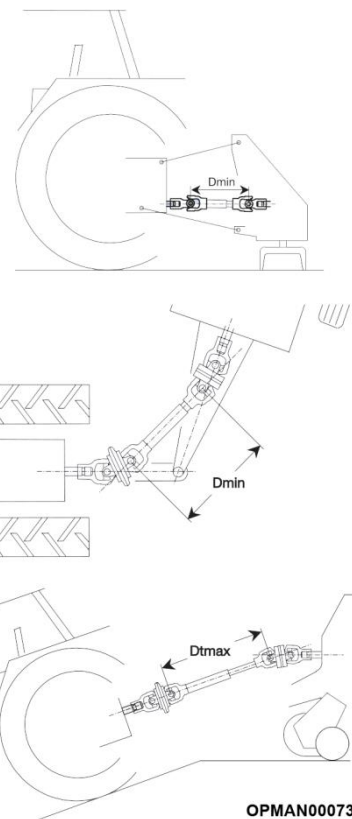

Рис. 3.5 – Max/min перекрытие кардана
Установите трактор / роторную косилку в положение, чтобы две половины валов находились на минимальном расстоянии между двумя концами; см. рисунок 3.5. На этом этапе проверьте наличие любых помех внешней трубки с внутренней трубой ярма и определите, насколько внешняя трубка должна быть укорочена.
На прицепных роторных косилках минимальное расстояние «Dmin» (см. Рис. 3.5) происходит между шарнирами во время рулевого управления. Убедитесь, что в состоянии максимального удлинения «Dmax», которое обычно происходит, когда машина выровнена, спускаясь вниз по склону, соединение между двумя трубами все еще достаточно.
3.3.3.1 С прикрепленным валом входного ВОМ установите трактор и машину в максимально плотный угол Dmax (см. Рис. 3.5).
- 3.3.4.6 Проверьте длину карданного вала в минимальном и максимальном положениях машины. См. Рисунок 3.5 для руководства по длинам D_{min} / D_{max} .